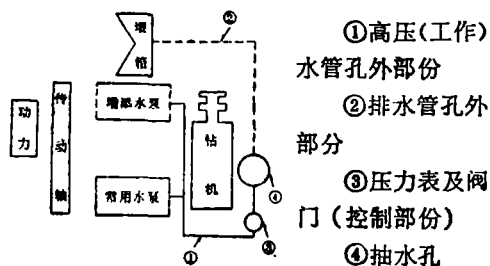

图3 安装平面示意图
4. 经济方便。一般来说, 空气压缩机不易订到, 且搬迁不便, 耗油或耗电量大, 而射流泵则较简便、节约(图3)。